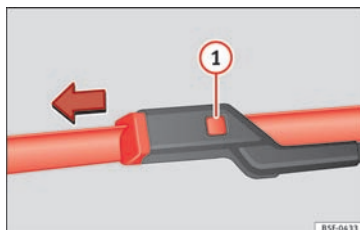

Fig. 72 Udskiftning af viskerblad til forruden
- Tryk på knappen ① » Fig. 72.